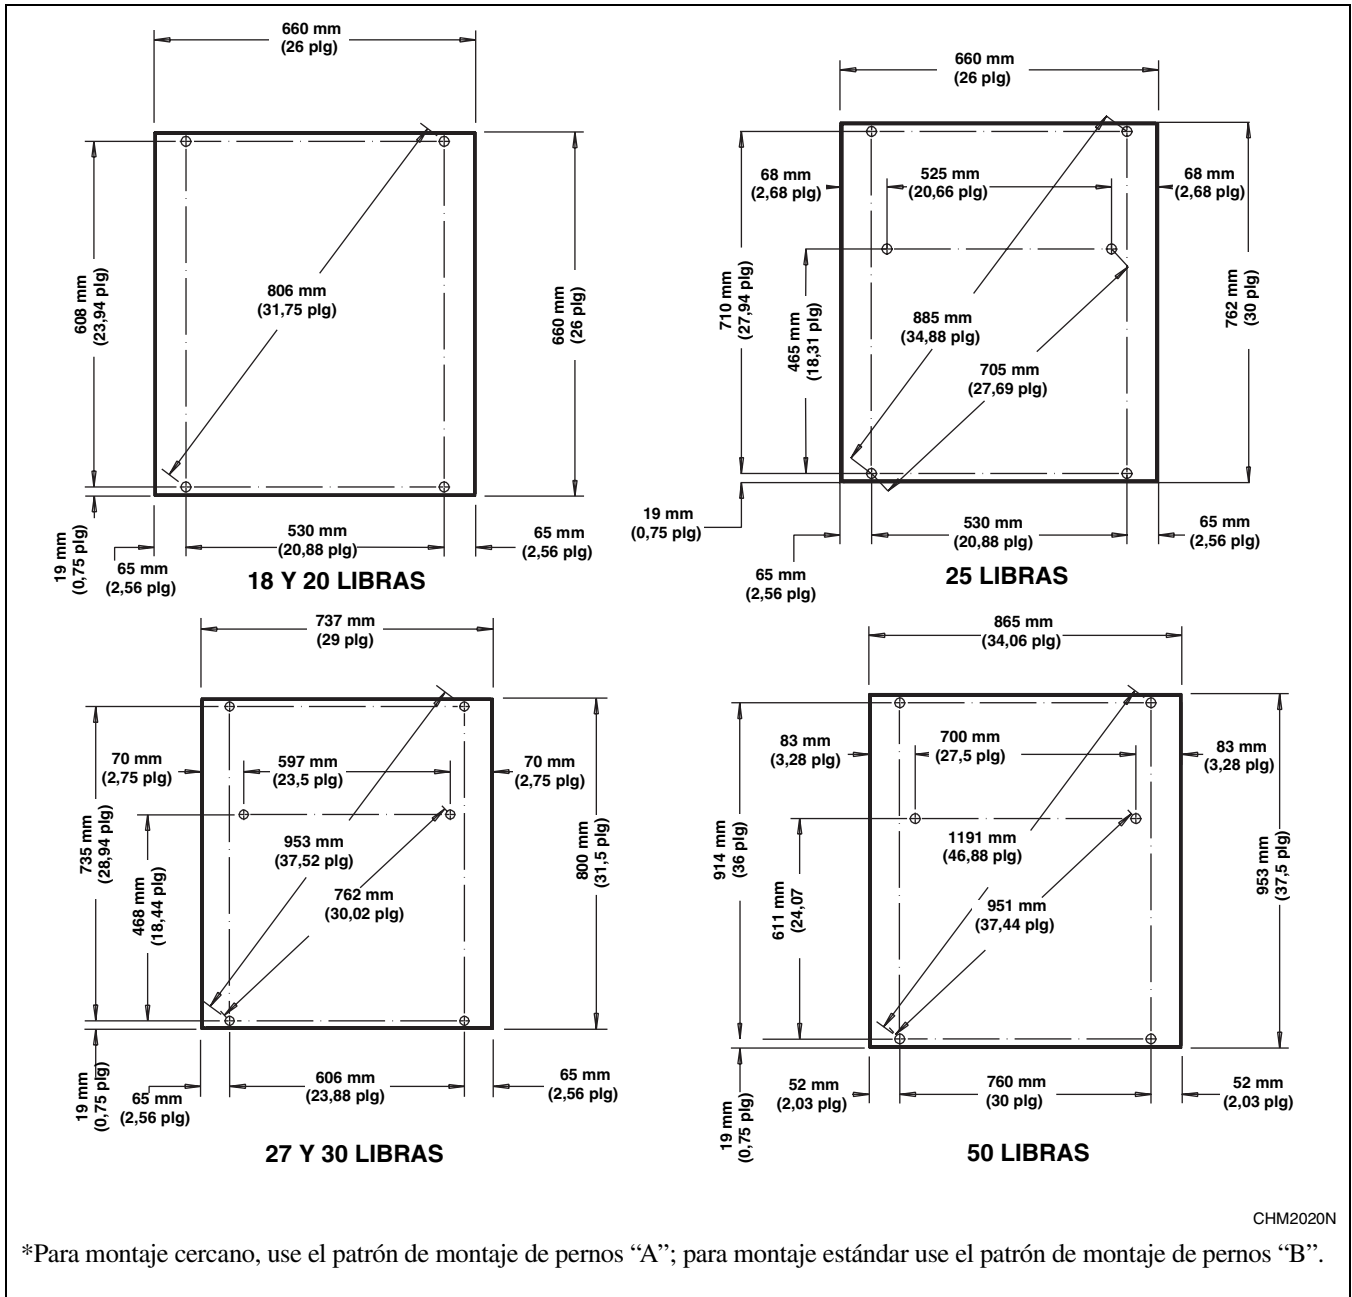
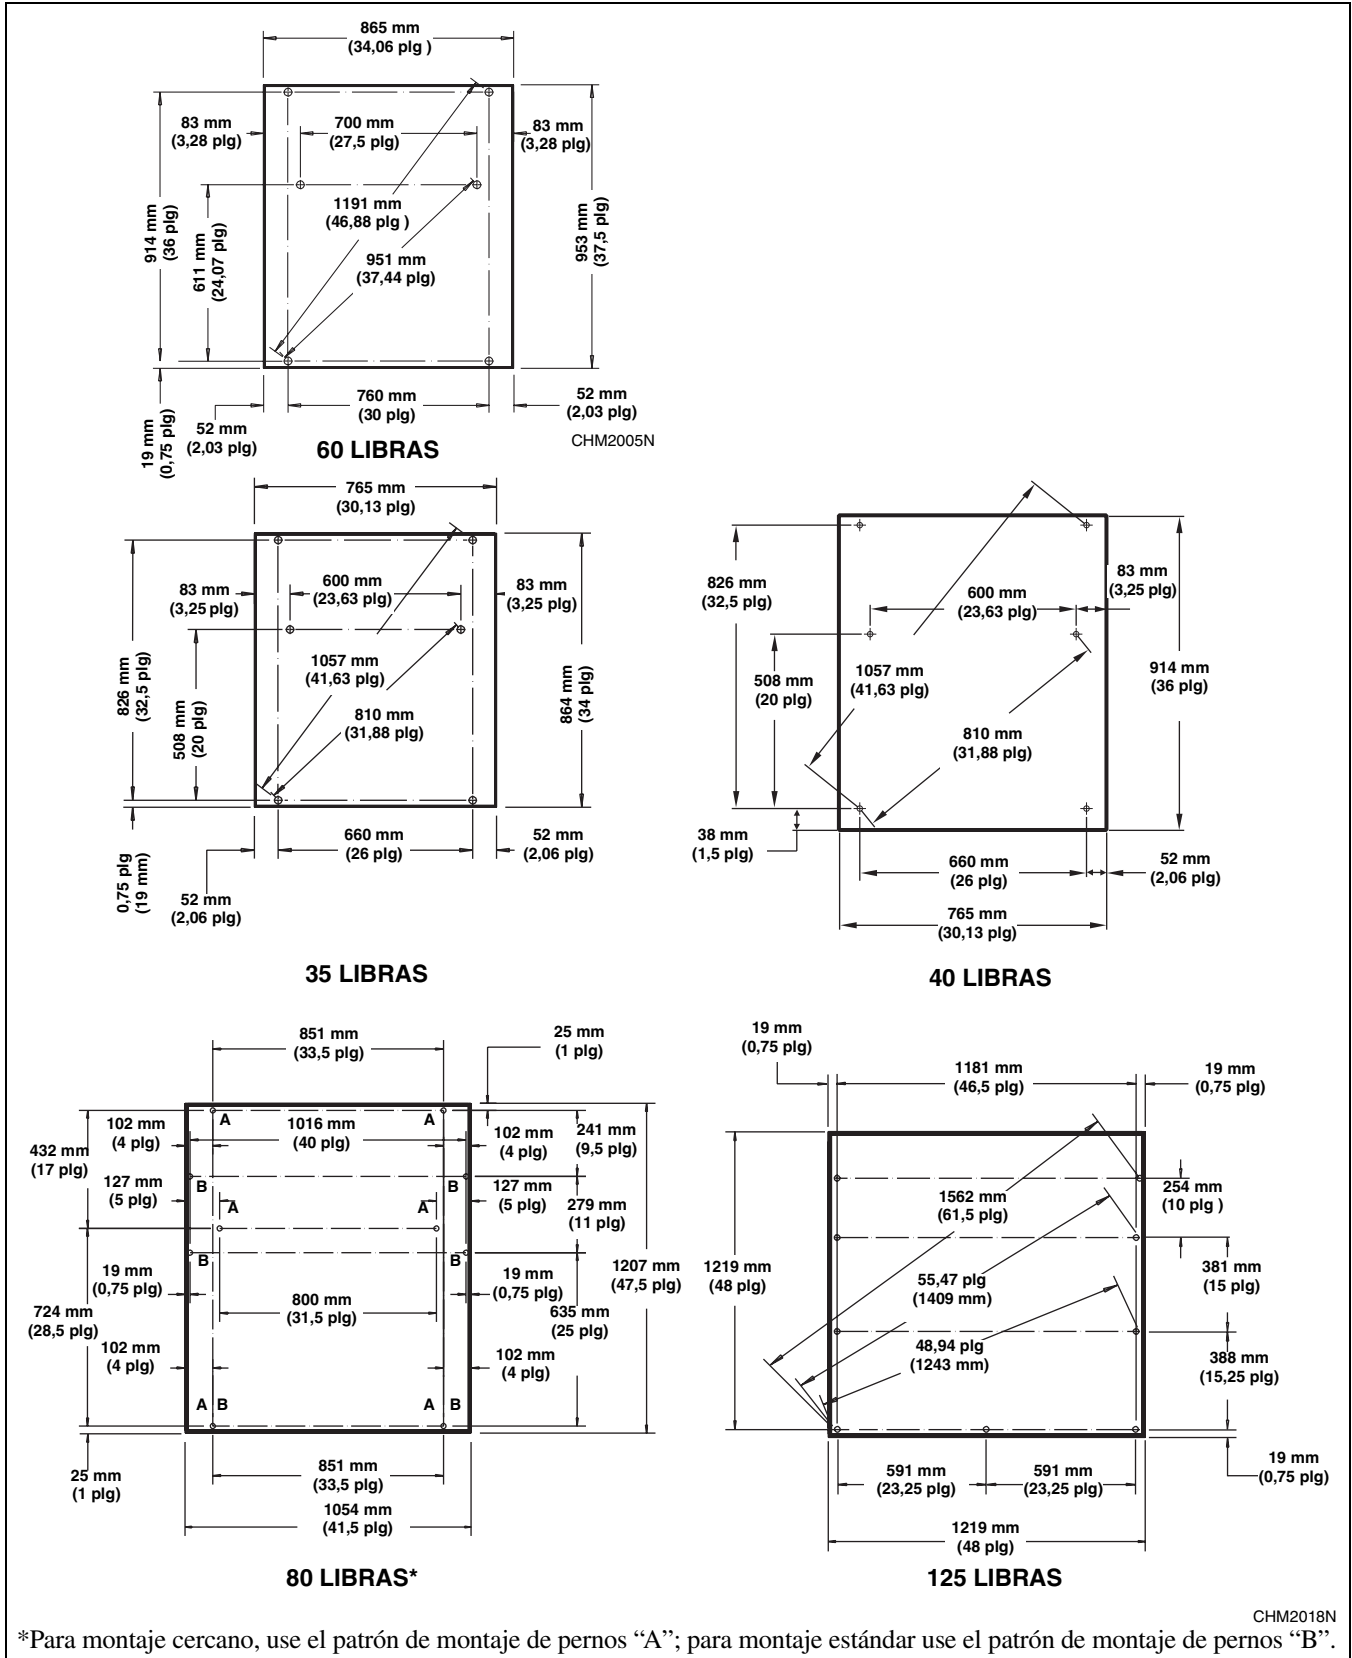

Figura 18
Figura 19
2. Instale los pernos en J en concreto, tal como se muestra en la disposición de pernos de montaje (*Figura 18* y *Figura 19*) siguiendo estas instrucciones.